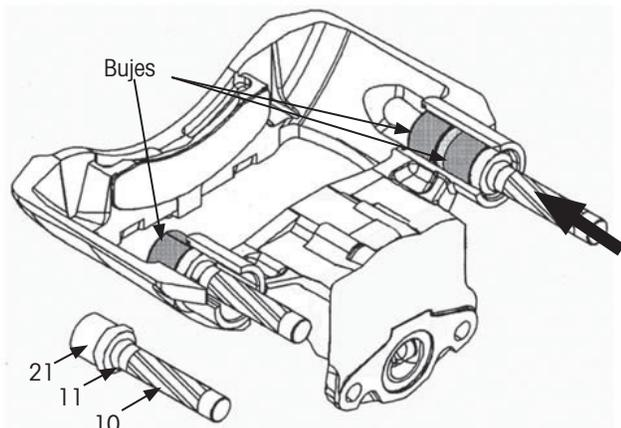

Figura 54: Remueva los bujes de los pernos guía del caliper
4. Ensamble y use los números 10, 11 y 21 para sacar los bujes del caliper de freno (Figura 54).